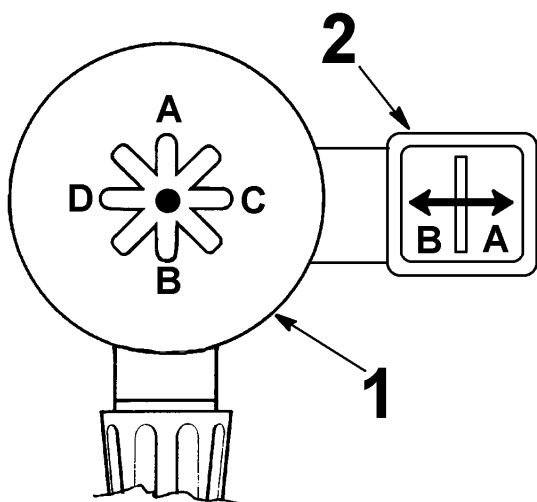

Abb.13
3. Den Steuerknüppel (#1 Abb.13) in Position **A** bewegen: der Spannfutterarm fährt nach oben. Den Knüppel (#1 Abb.13) in Position **B** bewegen: der Werkzeugschlitten fährt nach unten.
4. Den Steuerknüppel (#1 Abb.13) in Position **C** bewegen: der Spannfutterrahmen fährt nach rechts. Den Knüppel (#1 Abb.13) in Position **D** bewegen: der Werkzeugschlitten fährt nach links.
5. Den Steuerknüppel (#2 Abb.13) in Position **A** bewegen: der Werkzeugträger fährt nach rechts. Den Knüppel in Position **B** bewegen: der Werkzeugträger fährt nach links.